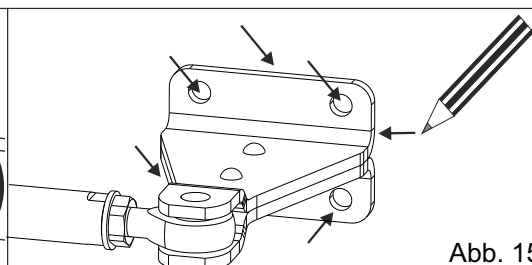

Abb. 15
- Mit einer Wasserwaage sicherstellen, dass sich der Antrieb in waagerechter Position befindet, dann Position und Löcher der Vorderbefestigung markieren (Abb. 15).